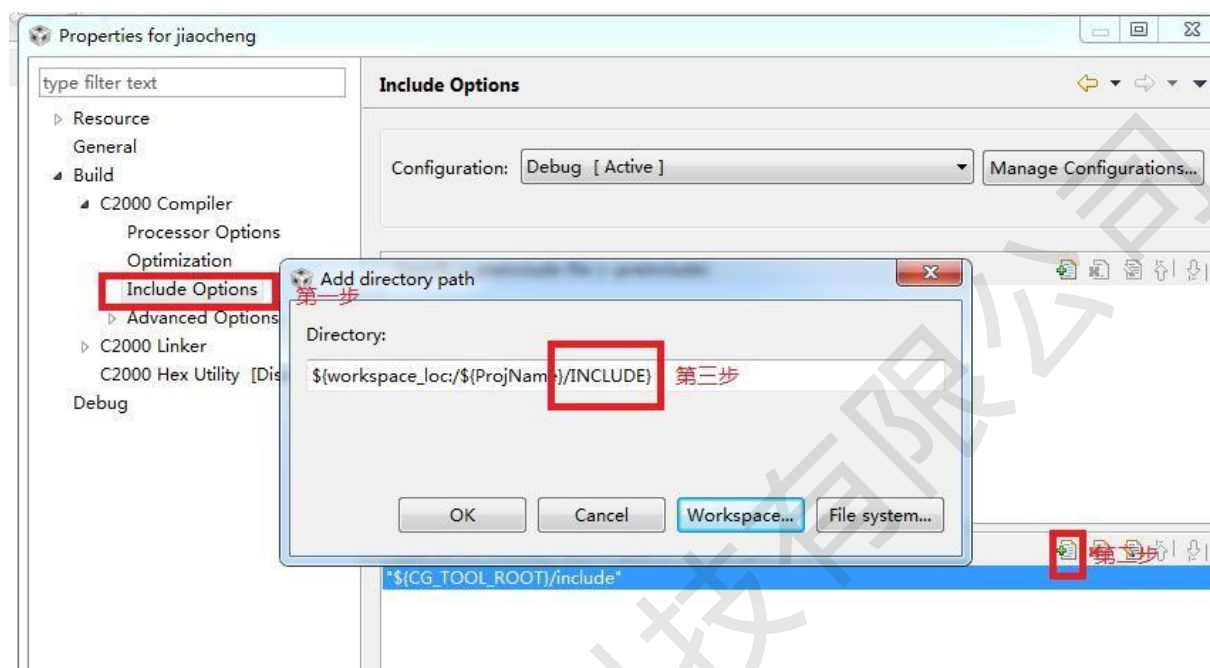

图 4-2-2
③ 在 workspace 里找到原工程文件夹, 复制 CMD、INCLUDE、SRC 文件夹将其粘贴到新建工程文件夹里。然后在 CCS 工程目录中右击新建工程名, 选择“Properties”添加新的文件地址。如图 4-2-2 所示:
④ 然后检查 CMD 文件下的“F2837xD_Generic_FLASH_Lnk.cmd”和“F2837xD_Generic_RAM_Lnk.cmd”是否是仿真设置配置正确后编译工程。